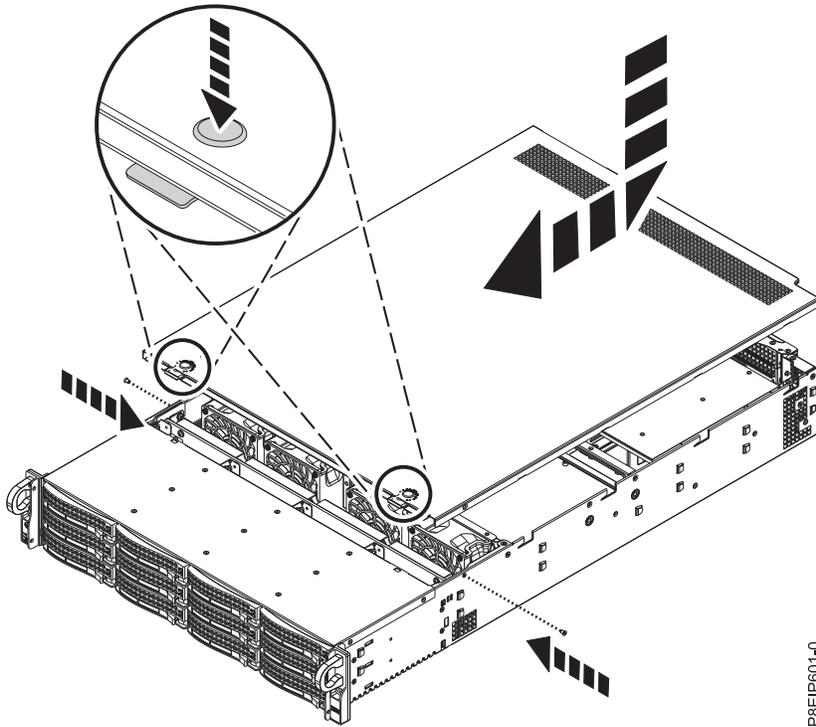

Abbildung 96. Abdeckung wiedereinbauen und befestigen
2. Schieben Sie die Abdeckung so weit nach vorne, bis sie einrastet (siehe Abb. 96).